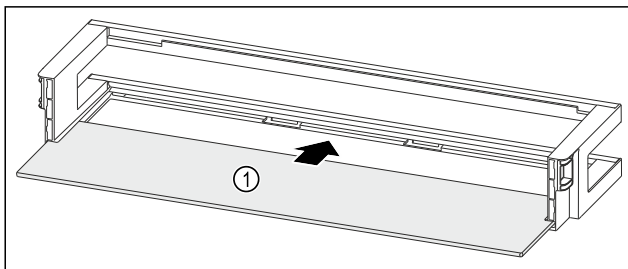

Fig. 250 Ajtópolc tárolólappal
- ▶ Tolja be a tárolólapot Fig. 250 (1) az oldalsó bemarásokba.